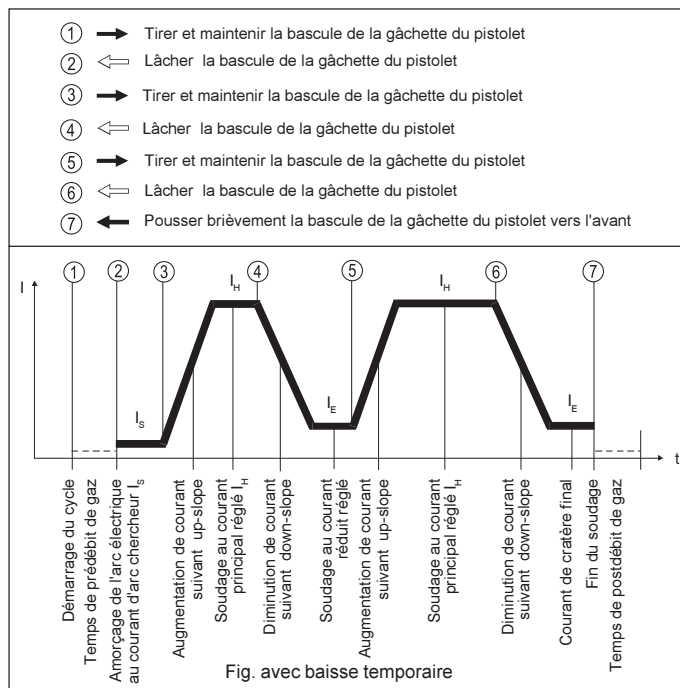

Fig. 5a Séquence de fonctionnement au mode spécial à 4 temps - variante II
**Mode de fonctionnement spécial à 4 temps - variantes II / III / IV / V (fig. 5a/b/c/d)**